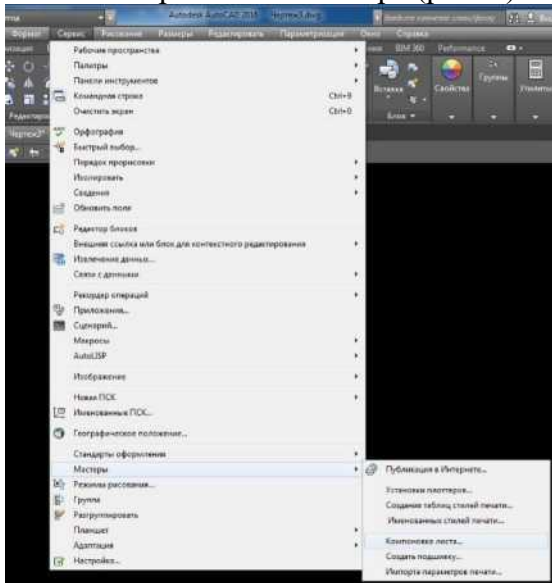
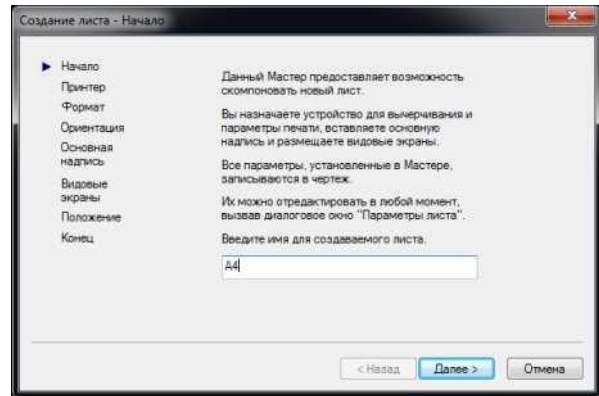

Рис.8
Рис.9.
9.1. В меню выберите пункт *Сервис^Мастера^Компоновка листа...* (рис. 8). Откроется первое окно мастера (рис. 9). Задайте имя компоновки в поле имени.